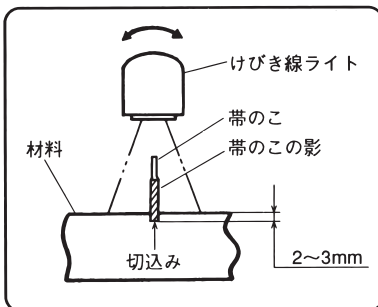

図 29
- (1) 本機で材料に約 2 ～ 3 mm の切込みを入れます。（図29）
- (2) 材料をそのままの状態、帯のこを材料から約 100mm の高さまで上昇させます。
- (3) けびき線ライトを点灯し、けびき線ライトを上下左右に振り、帯のこの影と切込み位置を合わせます。（図29）
（図29）